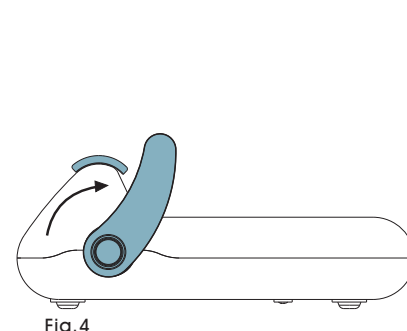

Fig. 4
- 5► Levante la palanca (Fig. 4) y retire el embalaje.